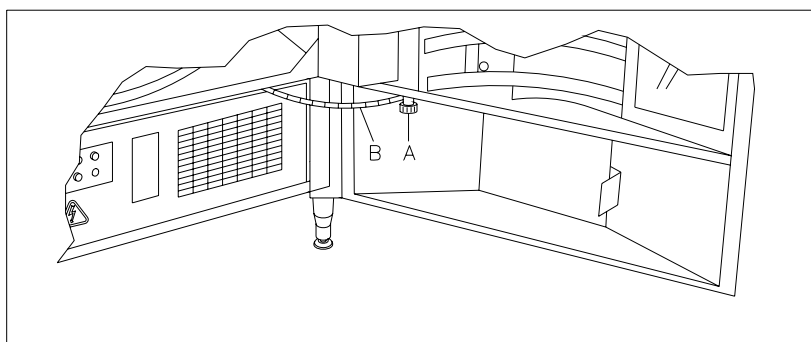

FIG. 13
- 2) Aprire la porta, svitare il pomello (pos. A) e allentare la catenella (pos. B), vedi FIG. 13.